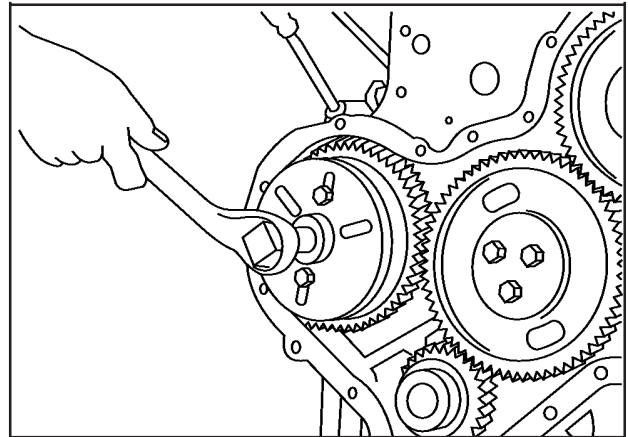

FIG 2
3. Remova a engrenagem da árvore de comando com a ferramenta nº 81 30 012, **Fig. 2**.